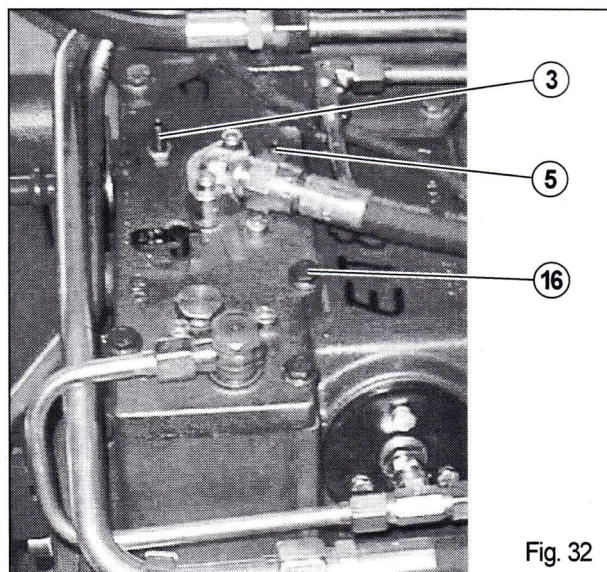

Fig. 32
- Løsn møtrikken på boltene (**3**), så den er i niveau med boltthovedet (Fig. 32).